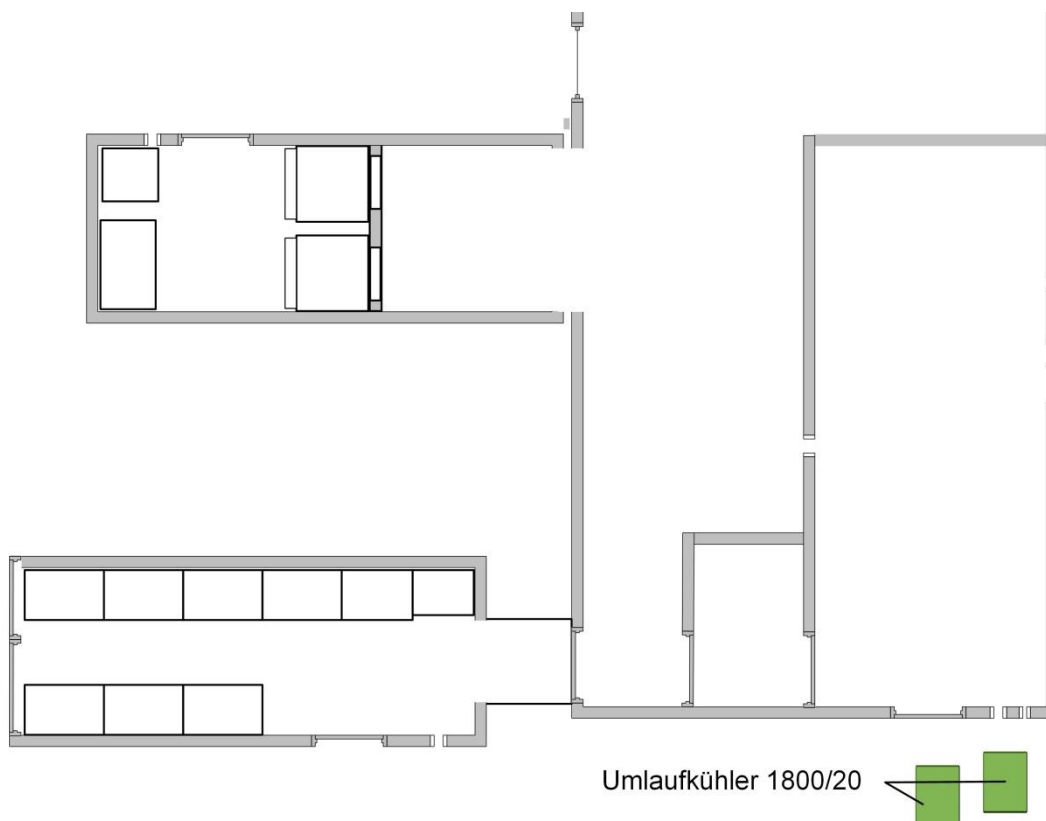

Abb. 7: Positionierung der Umlaufkühler
- ◆ Heben Sie den Kistenstapel mit einem Stapler1 aus dem Container und platzieren die Umlaufkühler gemäß Abb. 7:.